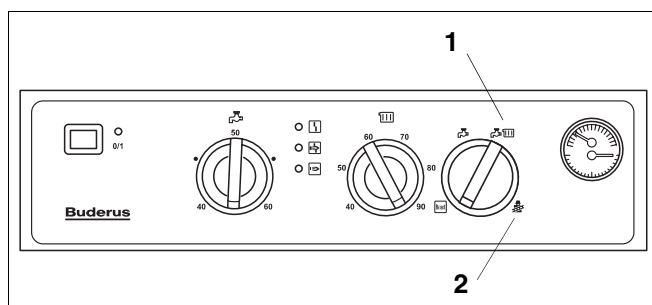

Fig. 24 Nivel de operare
- Se trece comutatorul de selectare a regimului de funcționare în poziția   (fig. 24, poz. 1).